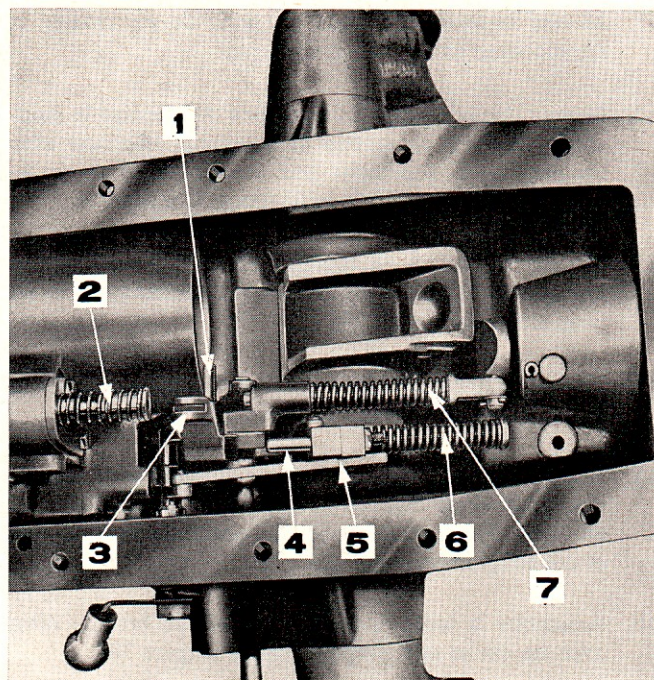

Figure 76: Timonerie de contrôle de position et de contrôle d'effort
13. Monter le ressort de bielle de contrôle d'effort et l'accoupler à l'arbre du levier de commande avec un frein élastique (Figure 76).
17. Assembler le ressort de bielle de contrôle d'effort à la chape par un axe et une goupille fendue (Figure 76).